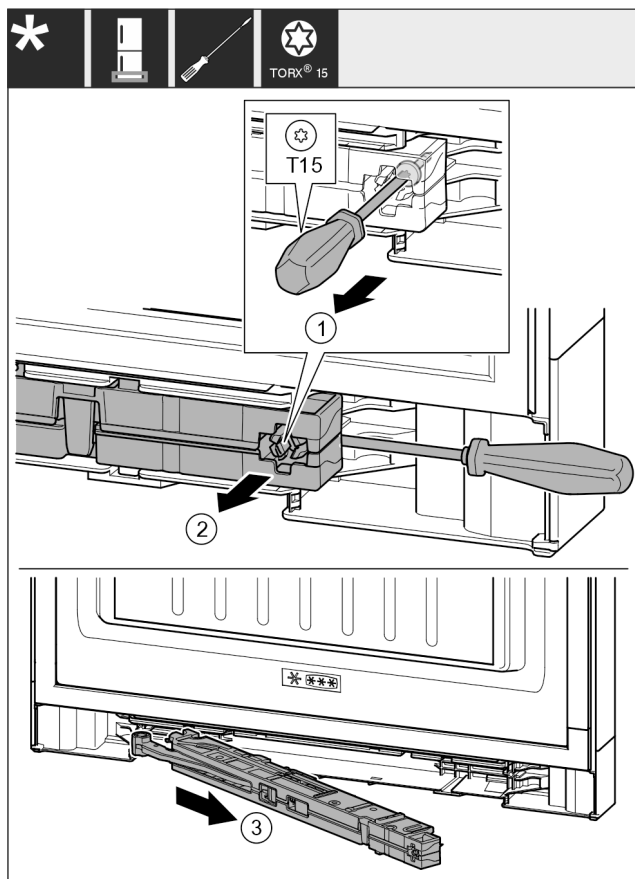

Fig. 15
- Šroub na jednotce tlumiče zavírání povolte šroubovákem T15 o cca 14 mm. Fig. 15 (1)
- Šroubovákem na straně madla zajeďte za jednotku tlumiče zavírání. Otočte jednotku dopředu. Fig. 15 (2)
- Vytáhněte jednotku. Fig. 15 (3)